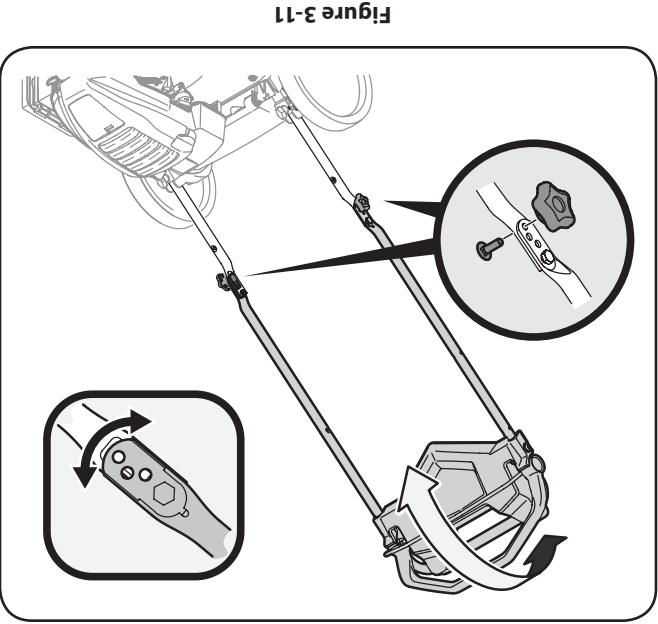

Figure 3-11
1. Retirez les écrous à oreilles et les boulons ordinaires du guidon. Voir l'ita Figure 3-11.
2. Choisissez la position la plus confortable parmi les trois positions possibles. Voir le détail de la Figure 3-11.